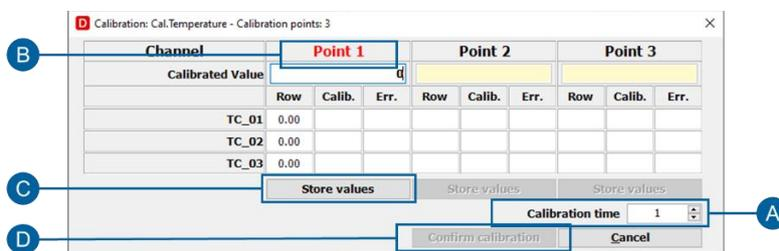

Figura 14 Effettuare la calibrazione
- Cliccare su (B) “Aggiungi” per creare un gruppo di canali da calibrare.
- Cliccare su (C) per scegliere il numero di punti su cui si può effettuare la calibrazione.
- Selezionare il canale da aggiungere, è possibile selezionare più canali contemporaneamente (D).
- Cliccare su (E) per aggiungere i canali al gruppo di calibrazione creato.
- Cliccare su (F) per connettere il sistema e abilitare il pulsante “Esegui Calibrazione”.
- Cliccare sul pulsante (G) “Esegui Calibrazione”, si apre il pop-up in cui eseguire la calibrazione (Figura 14 pag. 21)